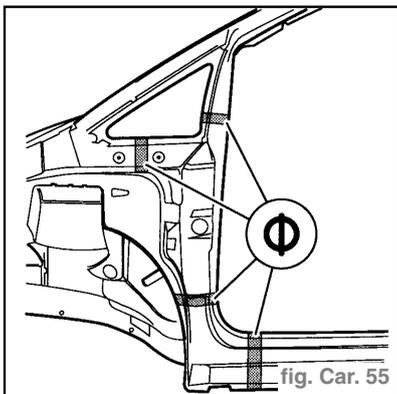

fig. Car. 55
- Effectuer la soudure en bord à bord des zones d'accostage par point sur point sous gaz de protection (fig. Car. 55).